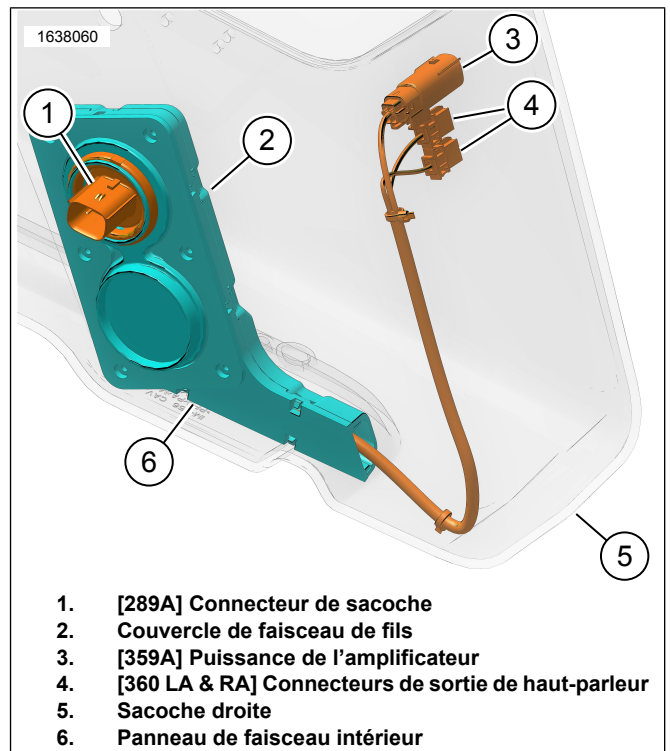
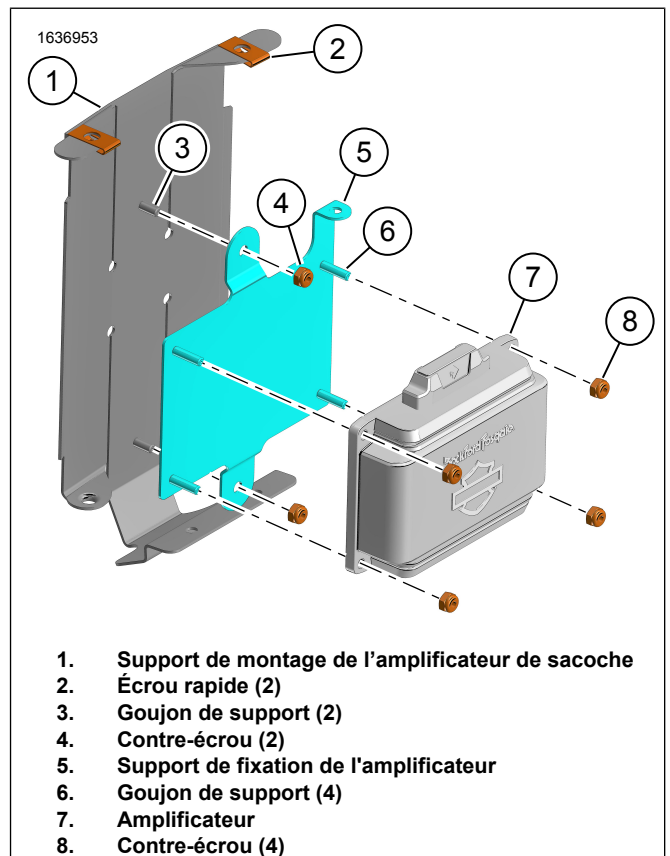
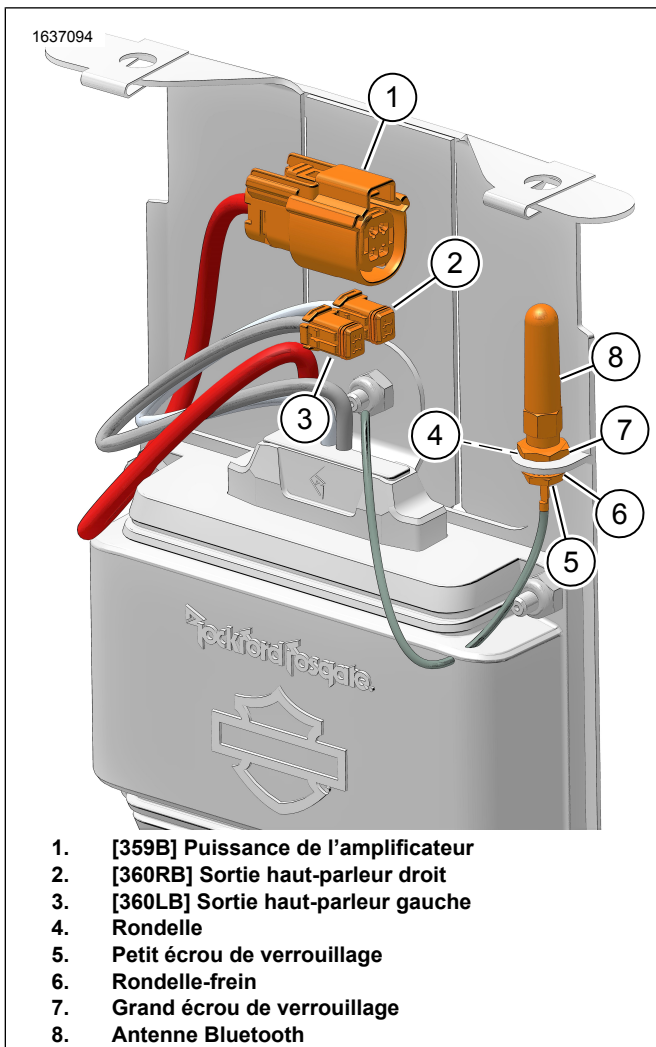
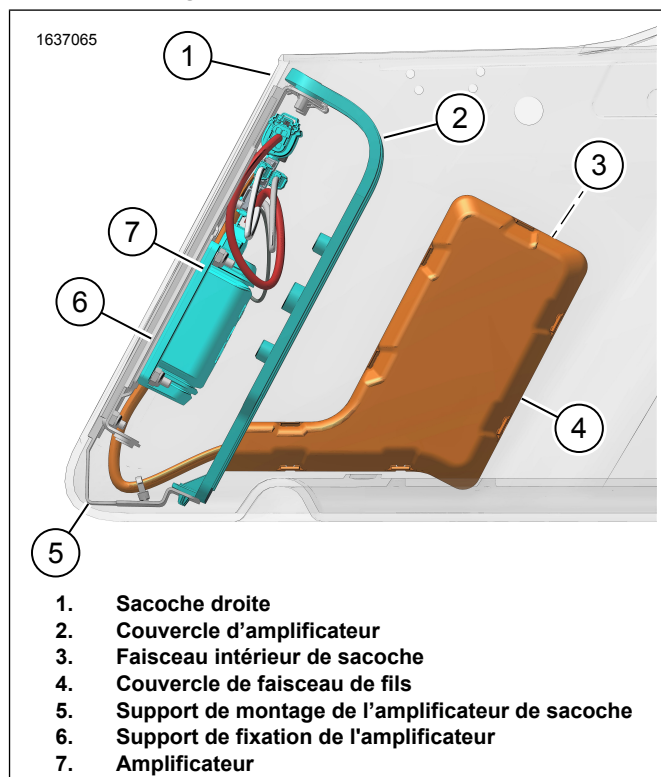

Figure 8. Faisceau de fils interne 69202871
Figure 9. Support de montage de l'amplificateur
Figure 10. Ensemble amplificateur
Figure 13. Faisceau de sacoche avec amplificateur
8. Figure 8 Installer le faisceau de fils interne comme indiqué.
9. Figure 10 Assembler l'antenne.
- a. Installer une petite rondelle de verrouillage (5) et une rondelle de verrouillage (4) à la base de l'antenne.
- c. Installer la rondelle (4) et le grand écrou de verrouillage (7). Serrer l'ensemble.
10. Figure 9 Assembler le support de montage de l'amplificateur.
- a. Installer les écrous cage (2).
- b. Installer le support de montage de l'amplificateur (5) sur le goujon du support (3).
- c. Installer l'écrou de verrouillage (4). Serrer.
- d. Installer l'amplificateur (7).
- e. Installer l'écrou de verrouillage (4). Serrer.
11. Figure 13 Installer le support de montage de l'amplificateur.
14. Voir Figure 8 et Figure 10 . Connecter le faisceau de fils interne à l'ensemble amplificateur.
15. Voir la figure 10. Connecter les fils de haut-parleur droit à l'ensemble amplificateur.
Voir Figure 8 et Figure 10 . Connecter le faisceau de fils interne à l'ensemble amplificateur.